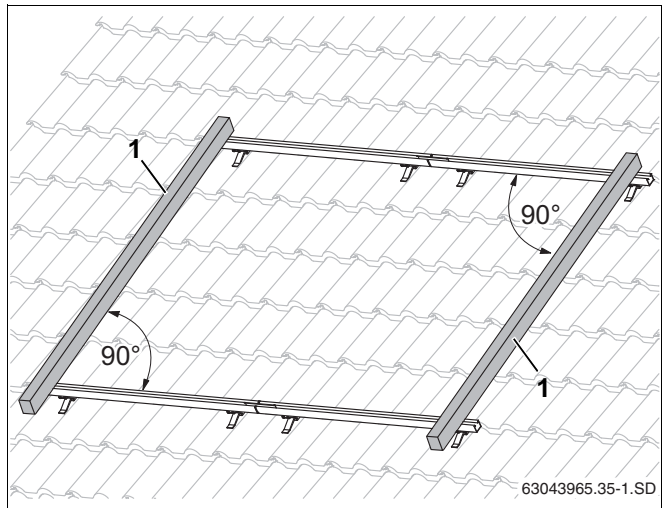

Fig. 33 Justering af profilskiner
- ▶ Justér de øverste og nederste profilskiner efter hinanden, så de flugter på siden og vandret (fig. 33, brug vaterpas).
Mål diagonalerne, eller læg f.eks. en taglægte (fig. 33, **pos. 1**) ved profilskinnernes ender. Vinklen mellem taglægten og profilskinen skal være 90°. Juster profilskinerne ved hjælp af langhullerne.